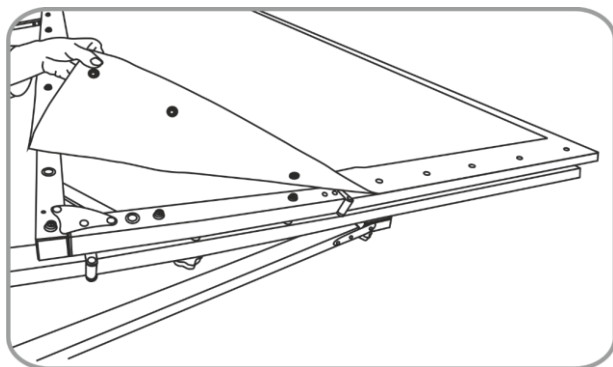
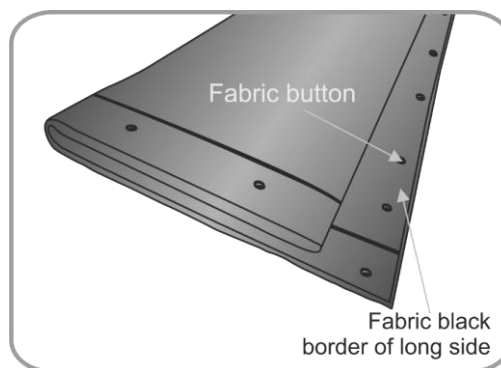

Fig. 13
Fig. 14
02) Togliere il tessuto dal telaio, rilasciando i bottoni (Fig. 13). Pulire il tessuto, ove necessario. Piegare a metà il tessuto sui lati corti (Fig. 14), quindi piegarlo nuovamente a metà (Fig. 15-16). Lasciare il bordo nero scoperto, per evitare che si graffi. Non eseguire questo passaggio da soli. Sono necessari 2 tecnici.